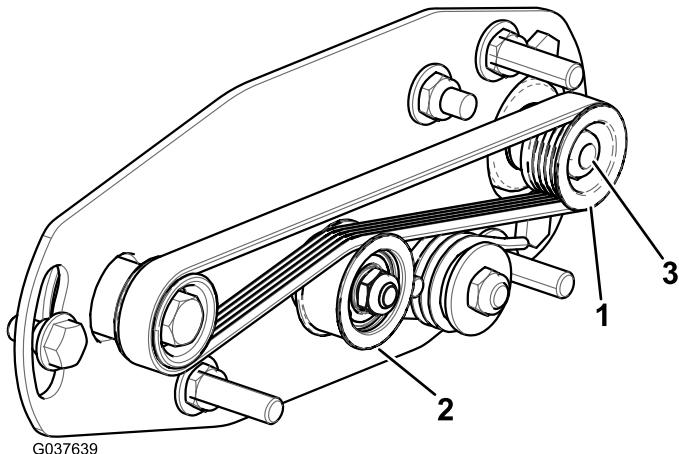
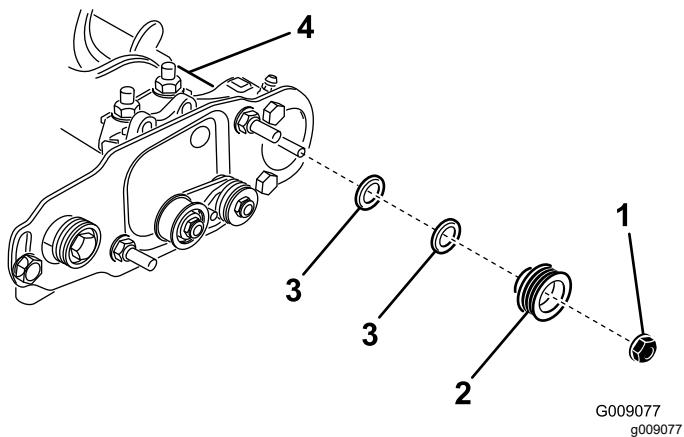

図 24
図 25
1. 受動プーリローラブラシのシャフト位置のは内外に動かすことができます 図 24。
2. リールを回しながらつまり駆動プーリを回しながら、駆動プーリからベルトをはずす 図 24。
3. 受動プーリをブラシシャフトに固定しているロックナットを取り外す 図 24または 図 25。
4. シャフトから受動プーリを取り外す 図 25。
5. プーリを外側に出したい場合には、0.8mm 厚のワッシャを1枚入れる 図 25。
6. 図 25のようにプーリを取り付ける。